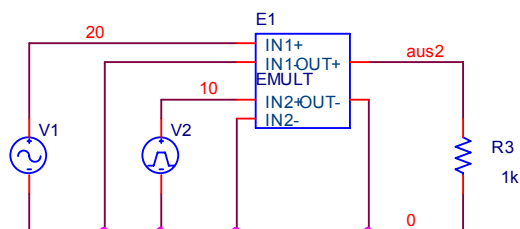
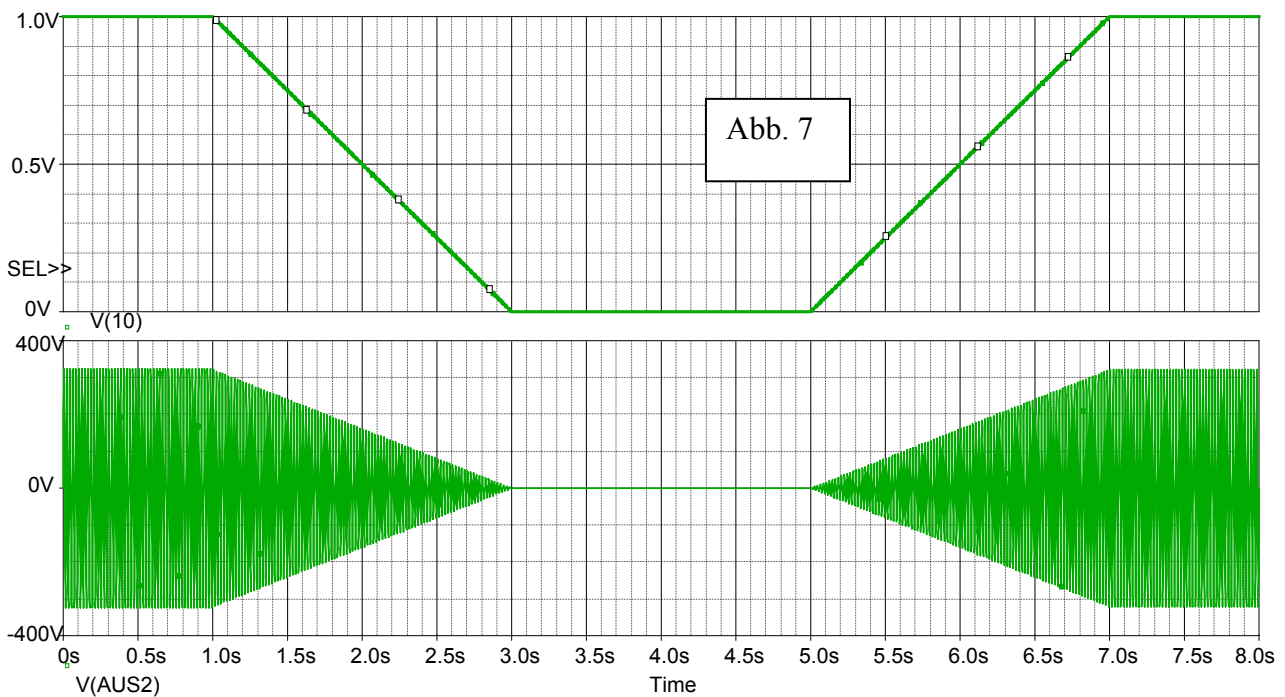

Abb. 2
Abb. 7
e) Die Schaltung (Abb.2) soll für die Simulation von Spannungsschwankungen verwendet werden. Geben Sie alle notwendigen Parameter in der auf der rechten Seite angegebenen Quelle V2 an damit das Simulationsergebnis wie in Abb. 7 aussieht.
f) Wie lautet der Befehl für die Darstellung der Wirkleistung an dem Widerstand R3 in Abb.2?
g) Wie groß ist die maximale Schrittweite die der Simulator während der Simulation verwenden kann (siehe Abb. 7)?